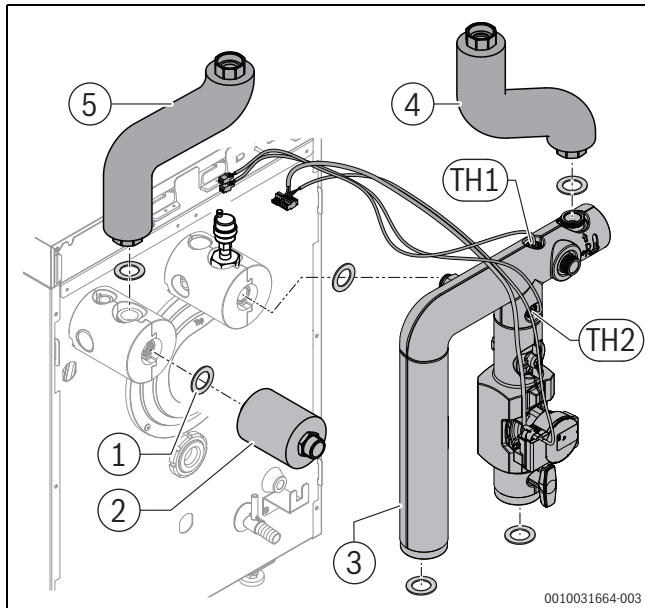
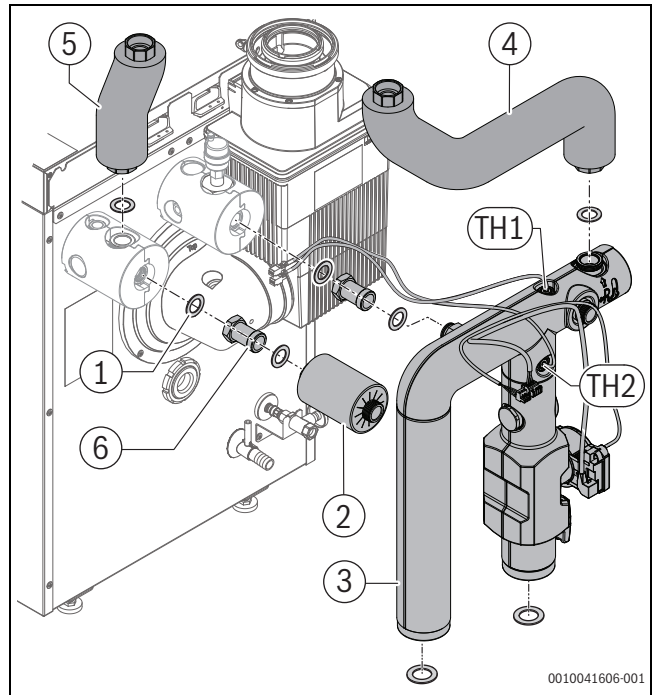

Bild 5 Montage Rohrgruppe HF-Set HYC25
Bild 7 Montage Rohrgruppe HF-Set HYC25
- ▶ Rohrgruppe entsprechend Bild 5 beziehungsweise Bild 7 montieren; **Alle Varianten.**
- Rohrgruppe entsprechend Bild 5 montieren.
- Rohrgruppe entsprechend Bild 7 montieren.